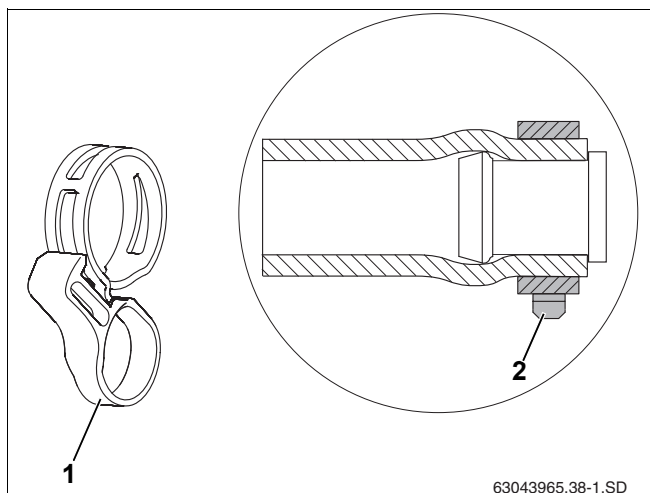

Рис. 39 Пружинный хомут с фиксирующим кольцом, установленный на заглушку
- ▶ Правильное положение пружинно-го хомута (рис. 39, **поз. 2**) нужно обеспечить непосредственно перед затяжкой фиксирующего кольца (рис. 39, **поз. 1**). Последующее ослабление плоскогубцами может повлиять на зажимное усилие.